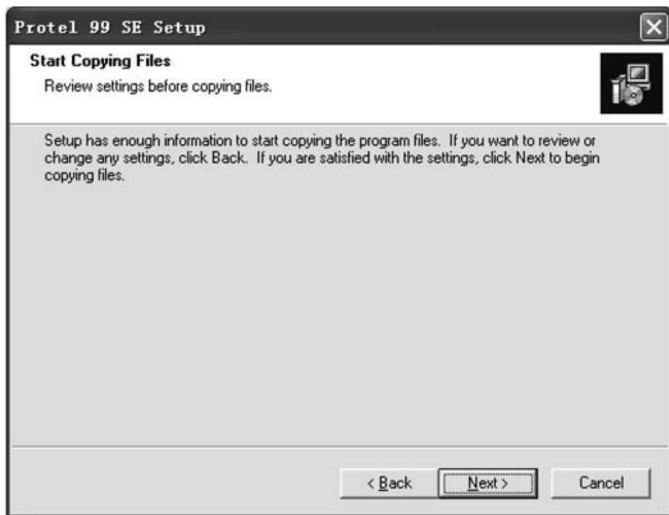

图1-8 确认设置信息
(7) 单击“Next”按钮，提示是否满意前面的设置，如图1-8所示。